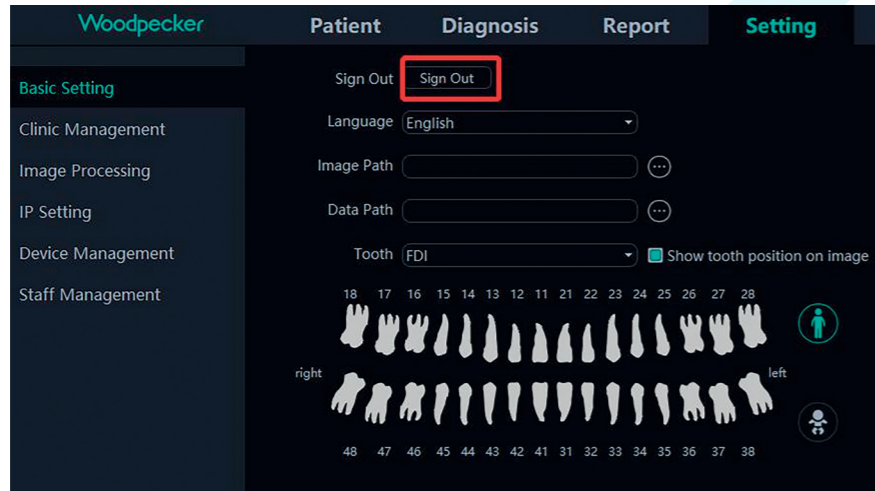

Figura 48
4.6.2 Durante el uso del software, cuando el servidor no está disponible debido a razones desconocidas, el software entrará en la interfaz de desconexión del servidor, como se muestra en la Figura 48. En este momento, el usuario puede comprobar el correcto funcionamiento de la red o reiniciar el servidor.